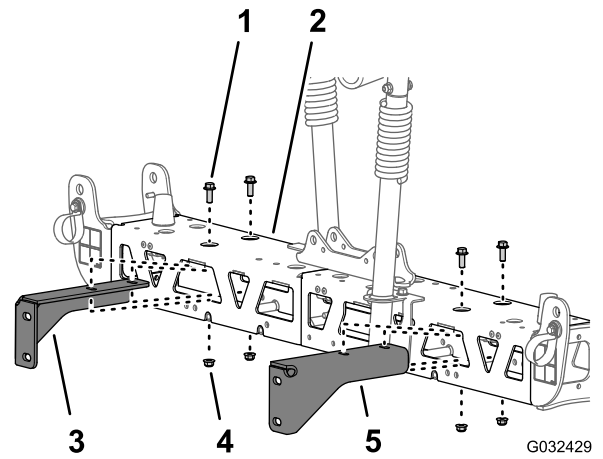

图49
2. 拧下将支撑托架固定至中间喷洒段的 2 个凸缘头螺栓 3/8 x 1 英寸和 2 个凸缘锁紧螺母 3/8 英寸然后取下托架 图49。
3. 拧下将其他支撑托架固定至中间喷洒段的 2 个凸缘头螺栓 3/8 x 1 英寸和 2 个凸缘锁紧螺母 3/8 英寸然后取下托架 图49。